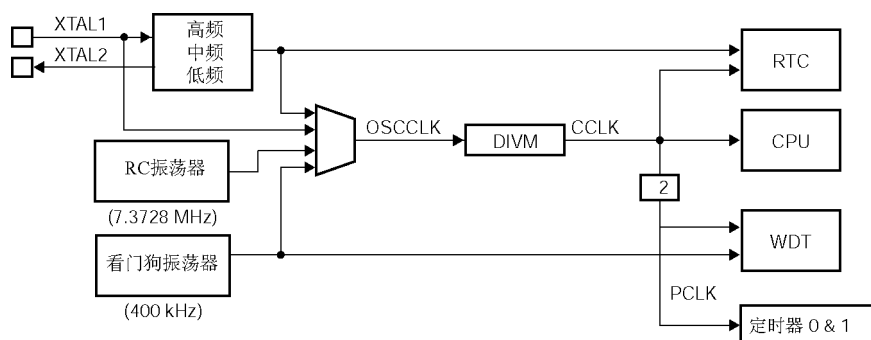

图 12 振荡器控制框图 (P89LPC901)
- OSCCLK—输入到 DIVM 分频器的时钟。OSCCLK 可选择 4 个时钟源之一（见图 12,13 和 14），也可降低到较低的频率（见 8.7 节“CPU 时钟（CCLK）时钟调整：DIVM 寄存器”）。